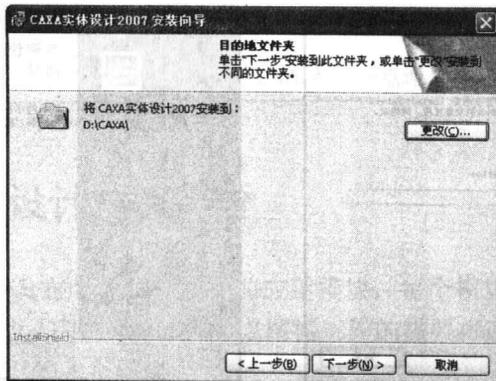

图 1-6 【目的地文件夹】界面
(5) 单击 **下一步(N) >** 按钮进入【目的地文件夹】界面，然后单击 **更改(C)...** 按钮设置软件安装路径，如图 1-6 所示。